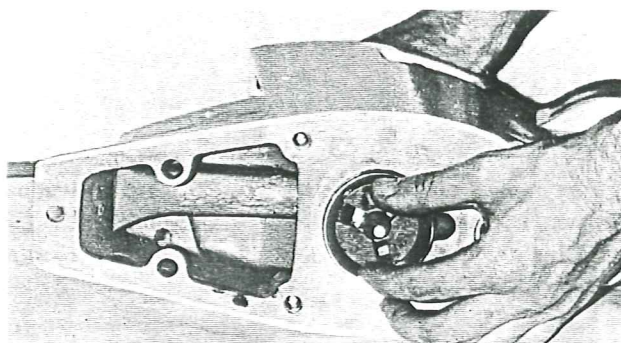
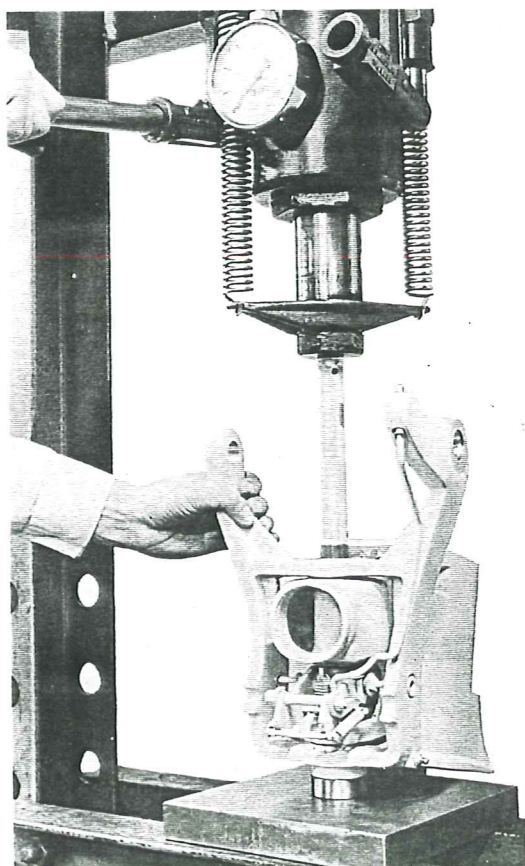

Fig. 25
Fig. 24
2. Demontera gaffeln genom att driva ut styrspindeln (23). Använd verktyg 884311 och 9991801, se fig. 24.
3. Lossa styrpluggarna (14), tag bort backhaken och plastbrickorna (16 och 60) samt slitbricka (25).
4. Avlägsna de två tätningringarna (13) och nållagret (12) med hjälp av verktygen 884259 och 9991801 samt pressa ur bussningen (11).
5. Demontera axeln (4) för växeloket (2) och drag ut detta.
6. Driv ut lagerbanan (13 fig 59) för axiallagret. Använd verktygen 884140 och 884143, se fig. 25.